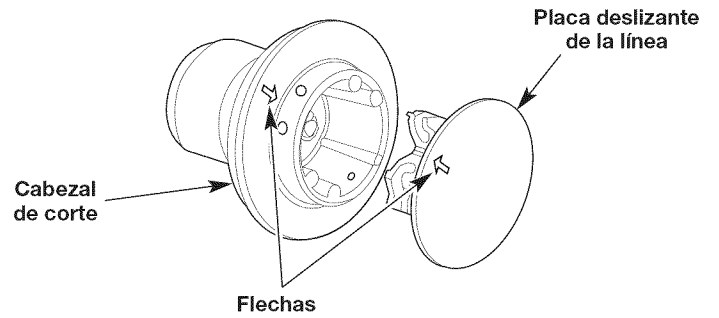

Fig. 18
4. Alinee la flecha de la placa deslizante de la línea con la flecha en el cabezal de corte (Fig.18).